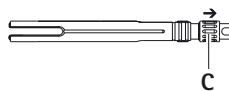

Fig. 1
- Girare la vite di arresto **C** nella direzione della freccia finché non è visibile la filettatura in direzione dell'estremità di lavoro, vedere Fig. 1.